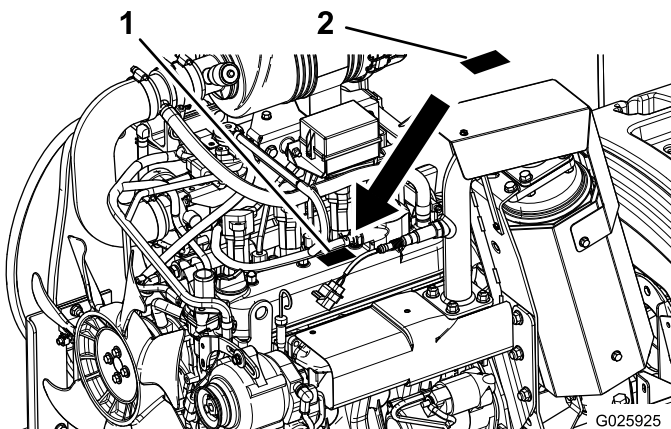

Figure 15
2. Apposez l'autocollant antipollution du moteur Kubota sur l'autocollant existant, situé sur le couvre-culasse (Figure 15).